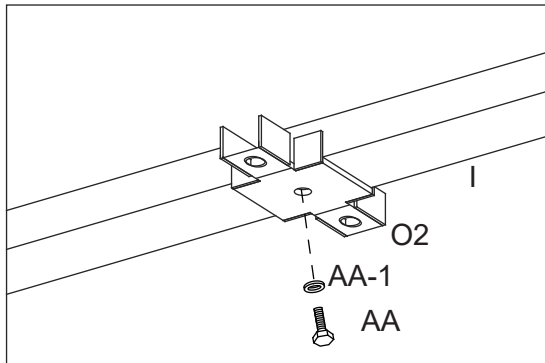

Figure 14-1
- 14.1. Attacher le connecteur (O2) au support central vertical du toit principal (I) à l'aide du boulon (AA) et de la rondelle (AA-1). Voir la figure 14-1.